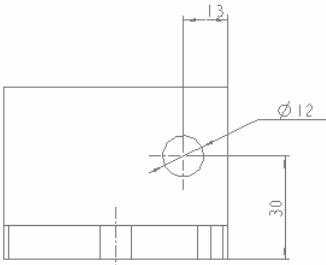

图 10.11.21 移动尺寸
Step4. 参考 Step2 的方法和步骤，将主视图中的尺寸 30、 $\varnothing 12$ 和俯视图上的尺寸 13 移动到左视图，结果如图 10.11.21 所示。